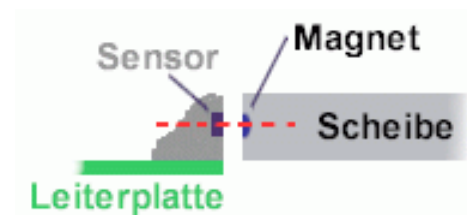

Abbildung 5 Korrekte Ausrichtung von Magnetring und Sensor.
- Dabei darauf achten, dass sich die Magnete in dem Magnetring auf Höhe des Sensors befinden, siehe Abbildung 5.